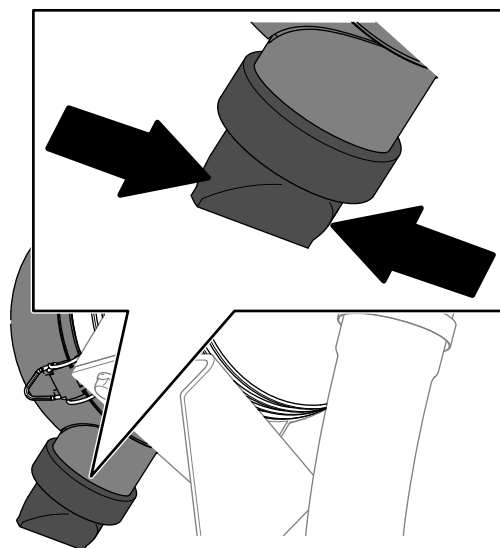

Figura 109
5. Aperte a válvula de rejeição de poeira (Figura 109).